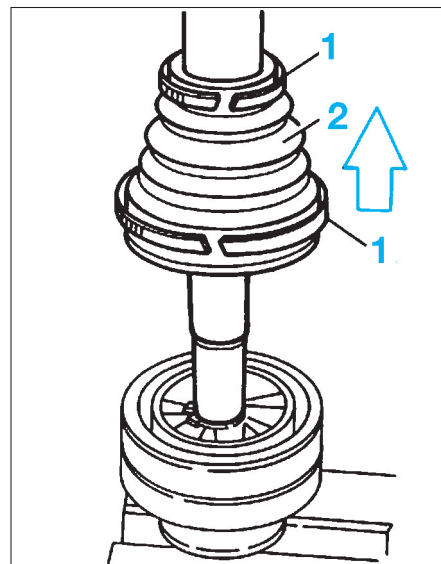

FIG. 10
- Déposer les colliers (1) de fixation du soufflet (2) (Fig.10).